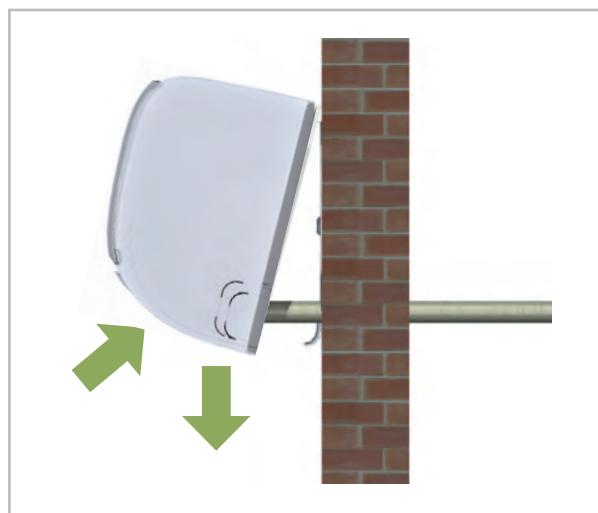

Fig. 29: Orientation horizontale
5. Vérifiez une nouvelle fois l'horizontalité de l'appareil. (Voir la Fig. 29)